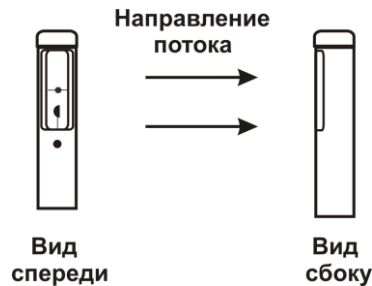

Рисунок 4.1 Правильная установка зонда в потоке
- 4.4 Установить термоанемометр в место измерения так чтобы точка на головке зонда была направлена навстречу воздушному потоку, рисунок 4.1